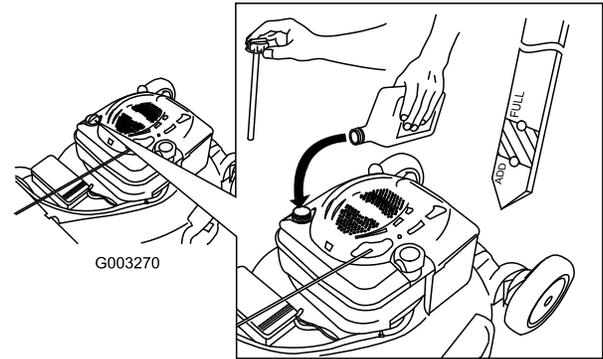

Bild 11
1. Nehmen Sie den Peilstab heraus und wischen Sie ihn ab. Stecken Sie ihn dann ganz ein (Bild 11).
2. Nehmen Sie den Peilstab heraus und prüfen Sie den Ölstand (Bild 11). Wenn der Ölstand unter der Nachfüll-Marke ist, gießen Sie **langsam** Öl in den Einfüllstutzen, um den Ölstand auf die Voll-Marke am Peilstab anzuheben. **Füllen Sie nicht zu viel ein.** (Max. Füllstand: 0,59 l des Typs: Waschaktives SAE 30-Öl mit der Klassifizierung SF, SG, SH, SJ, SL oder höher durch das American Petroleum Institute (API).)